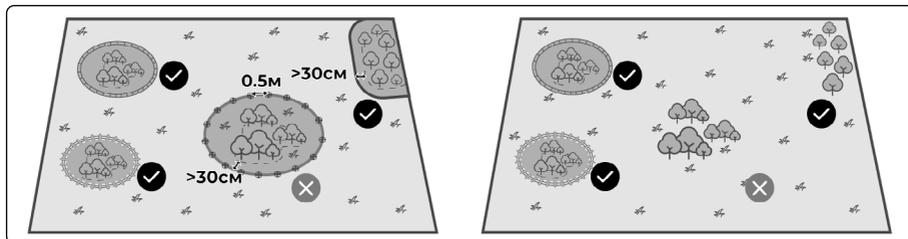

Рис. 17
1. Используйте магнитную полосу для установки виртуальной границы. (Рис. 17)